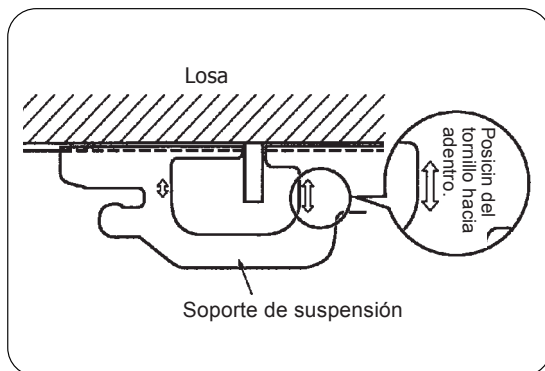

Fig.8.6
- Asegúrese que la extensión del tornillo de suspensión de techo se mantiene en la posición indicada. Vuelva a ajustar la escuadra de fijación si se sale de la posición indicada. (Fig.8.6)
- Atornille firmemente ambos tornillos de fijación (M6) de los soportes de suspensión para evitar el movimiento de la unidad interior. (Fig.8.6)